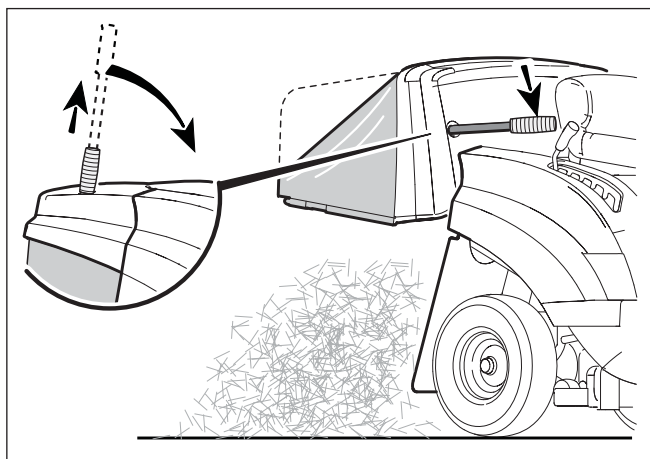

Figura 17
1. Extienda la manilla del ensacador de césped y gírela hacia delante hasta que el conjunto de ensacador de césped quede completamente abierto en la parte inferior (consulte la Figura 17).